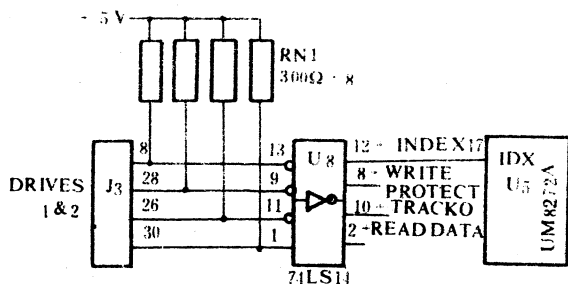

图 3-1 软盘机部分电路
**故障分析与维修** 用硬盘启动后，对软盘进行操作，马达旋转，指示灯亮，屏幕提示：“A DRIVE NOT READY”，驱动器未准备好，用交换法确认软盘驱动卡故障。此卡电路设计与 IBM PC/XT 机不完全相同，其地址译码电路采用大规模门阵电路 SCX6206SRV，本片集成块插在管座上，可直接取下，较易判断是否故障，应首先交换判别，经确认正常。上述故障同软盘机门未关上所产生的现象一样。此卡未取用软盘机上的 READY(准备好)信号，而是通过检测软盘机发出的 INDEX(索引)信号，来判断软盘机是否准备好，其有关电路如图 3-1 所示。